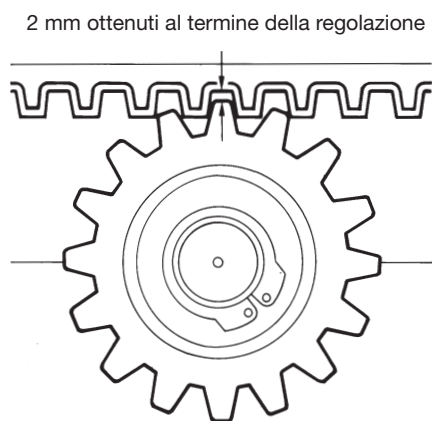
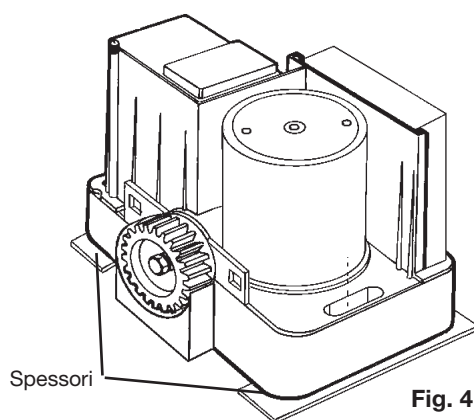

Fig. 4A
Fig. 4B
- 2 - Si deve garantire un gioco di 2 mm. tra pignone e cremagliera su tutta la lunghezza del cancello (Fig. 4A). Per fare ciò posizionare gli spessori (in dotazione) come mostra la Fig. 4B e fissare il motoriduttore.
8. Riposizionare il gruppo del motoriduttore in modo che il pignone sia sormontato esattamente dalla cremagliera. Il risultato dovrà corrispondere esattamente con quello di Fig. 4A.